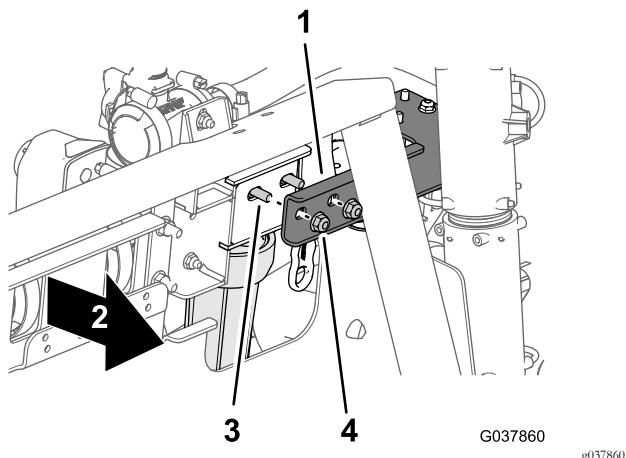

Figura 64
- Nella parte anteriore della staffa del collettore, allineate i fori nella staffa della valvola di intercettazione (Figura 64) con i 2 bulloni (5/16 x 3-3/4 poll.).
- Montate la staffa della valvola di intercettazione sulla staffa del collettore (Figura 64) con i 2 dadi di bloccaggio flangiati che avete rimosso al passaggio 3 e serrate i dadi a 1978 - 2542 N·m.